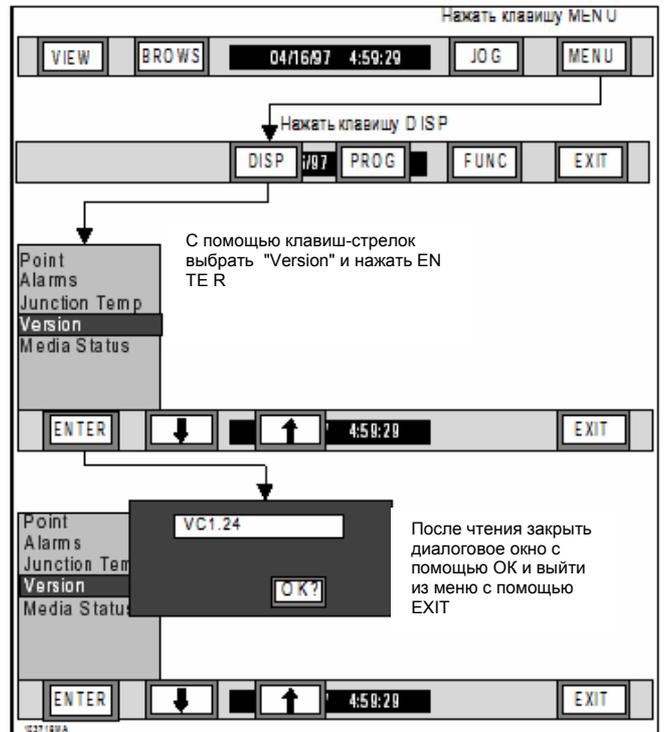

Рис. 3-27 Диаграмма процесса вывода версии
D. Версия – Эта функция меню индикации показывает во всплывающем окне версию программного обеспечения. Для индикации версии Вашего прибора, осуществить следующие шаги (см. рис. 3-27):